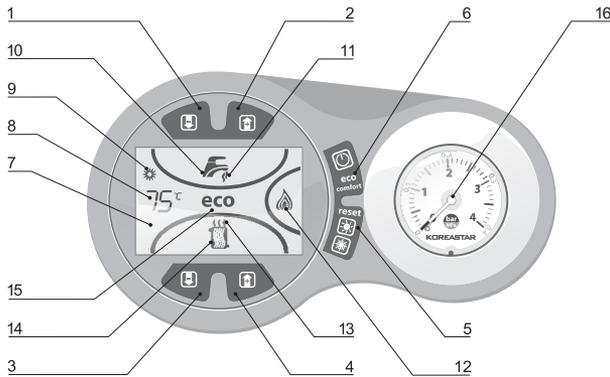

Рис. 2 Общий вид панели управления
- Нажмите кнопку включения (см. рис. 2 поз. 6) и удерживайте ее, пока котел не включится;
Если на дисплее возникает код ошибки (см. разд. 11.2), нажмите кнопку RESET («Сброс») (см. рис. 2 поз. 5). В следующие 30 секунд система повторит цикл розжига.
- Нажмите и удерживайте в течение 5 секунд кнопку выключения котла (см. рис. 2 поз. 6);
С помощью кнопок регулировки температуры ОВ (см. рис. 2 поз. 3 и 4) можно изменить температуру с минимальной 30 °С до максимальной 85 °С. Не рекомендуется эксплуатировать котёл при температуре отопления ниже 45 °С.
С помощью кнопок регулировки температуры ГВС (см. рис. 2 поз. 1 и 2) можно изменить температуру с минимальной 35 °С до максимальной 55 °С.
С помощью кнопки выбора режимов Зима/Лето (см. рис. 2 поз. 5) включите или выключите соответствующий режим.
На дисплее появится или отключится символ индикации летнего режима (см. рис. 2 поз. 9).
Котёл обеспечивает высокую скорость нагрева ГВС и максимальный комфорт. В режиме «COMFORT» котёл постоянно поддерживает установленную пользователем температуру горячей хозяйственной воды, позволяя тем самым сократить время ожидания после открытия крана водозабора до минимума. Данное устройство может быть отключено пользователем нажатием на кнопку ECO/COMFORT (см. рис. 2 поз. 6).
Для включения режима «COMFORT» нажмите кнопку ECO/COMFORT (см. рис. 2 поз. 6) при этом на дисплее погаснет символ «ECO» (см. рис. 2 поз. 15).
Давление в системе ОВ контролируется по показаниям манометра, расположенного на передней панели котла (см. рис. 2 поз. 16).